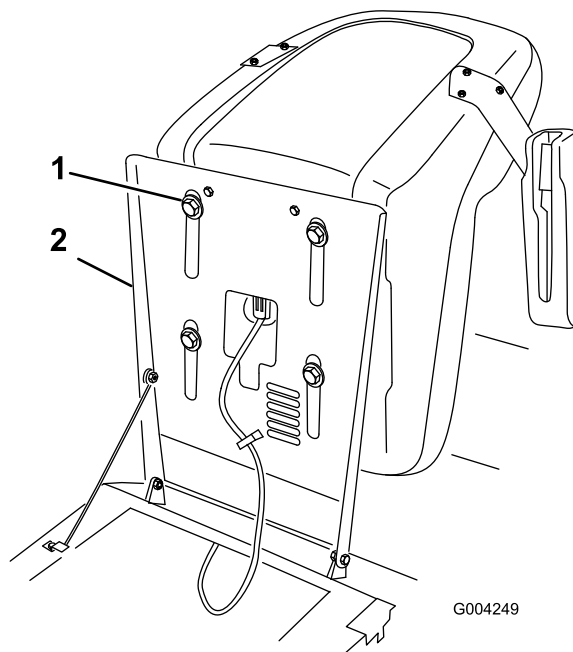

Figura 18
2. Sollevate il sedile e allentate i bulloni di regolazione (Figura 18).